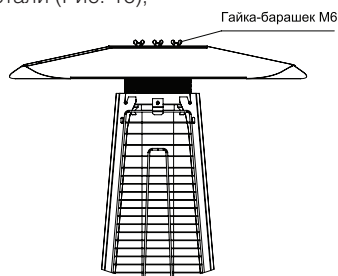

Рис.16 - Установка козырька
- Установите на дожигатель козырек, закрепите козырек на гайки-барашки М6 из нержавеющей стали (Рис. 16);